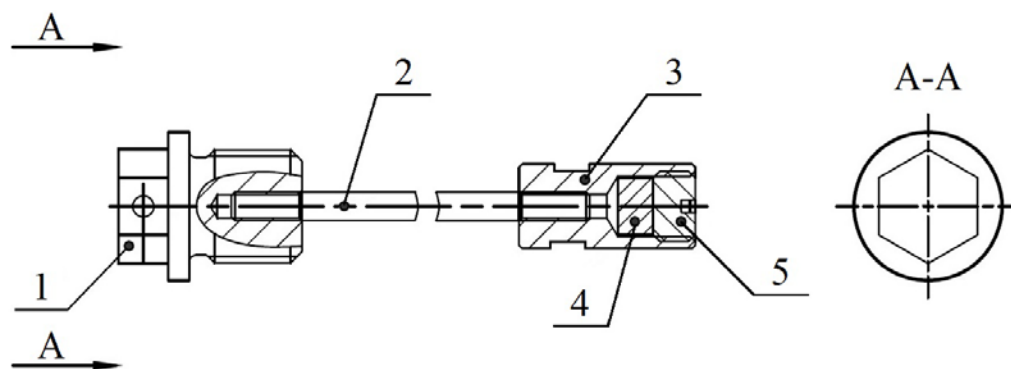

Рис. 13. Держатель излучателя
2.2.11.5 Переместите излучатель в контейнер на штоке держателя (см. рис. 13). Для этого:
- Открутите резьбовой фиксатор (5) на контейнере держателя (3);
- Аккуратно перенесите излучатель в контейнер держателя (3);
- Заверните фиксатор (5), закрепив излучатель в контейнере.